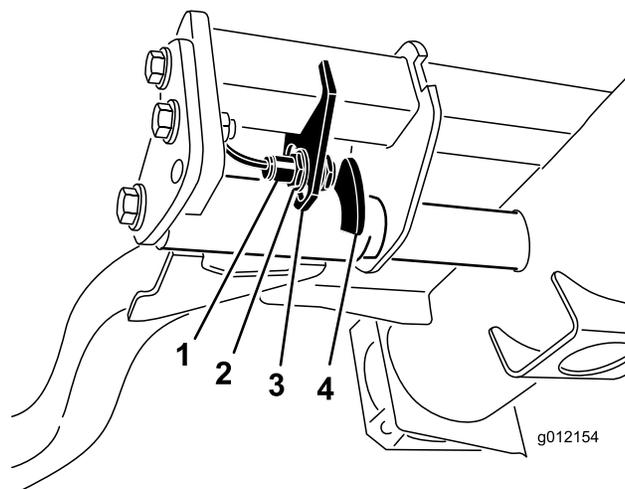

Figura 43
2. L'interruttore del braccio di sollevamento è situato sotto il serbatoio idraulico, dietro il braccio di sollevamento anteriore destro (Figura 43).
3. Allentate le viti di attacco dell'interruttore (Figura 43) e abbassate l'interruttore per aumentare l'altezza d'inversione del braccio di sollevamento, o alzate l'interruttore per ridurla. Serrate le viti di fissaggio.